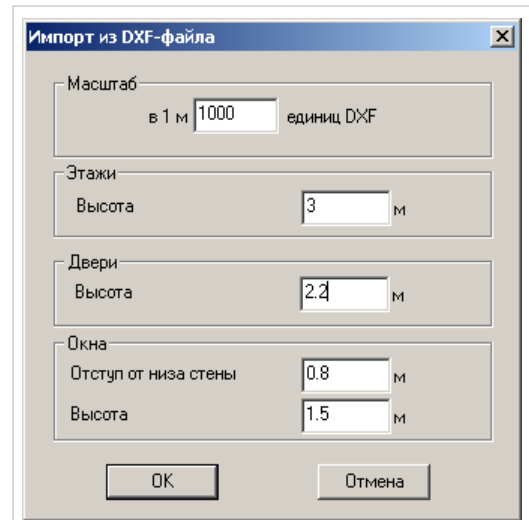

Рис.12.12.2. Окно диалога **Импорт из DXF-файла**
- В открывшемся окне диалога (рис. 12.12.2) **Импорт из DXF-файла** укажите: